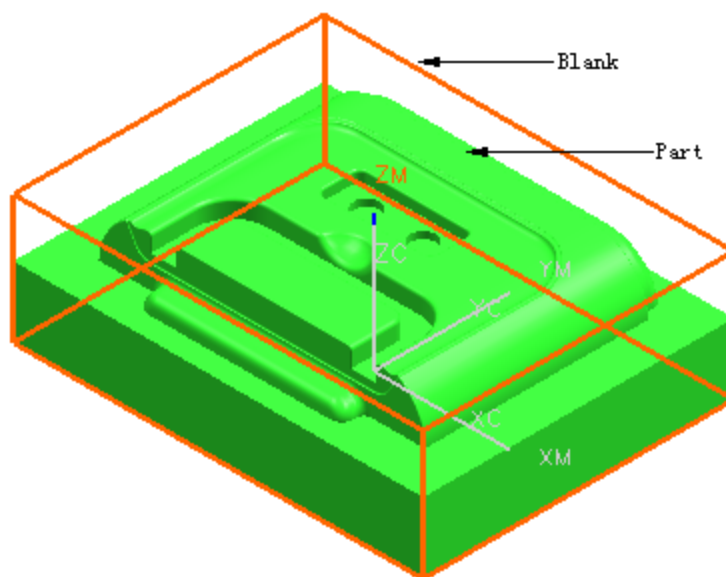

图 9-59
- 双击 WORKPIECE，定义如图 9-59 所示的 Part 和 Blank，单击 OK。